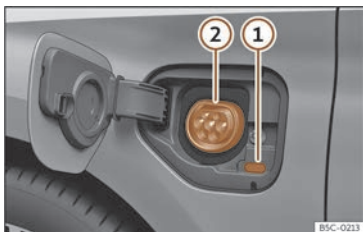

Fig. 56 Derrière le cache de charge de la batterie sur la partie avant gauche : Prise de charge.
>>> **fig. 56**
- Avec le véhicule déverrouillé, appuyez sur le cache de charge de la batterie et celui-ci s'ouvrira >>> **fig. 56**.